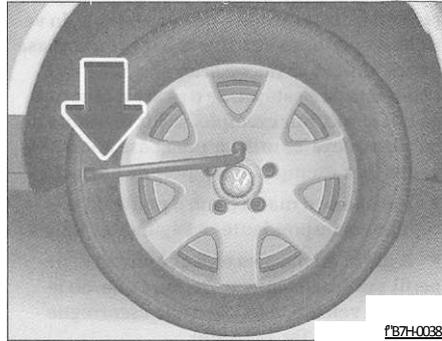

Fig. 117 Substituição de uma roda: desapertar os parafusos da roda
- Posicione a chave de roda sobre o parafuso da roda, até encaixar totalmente => fig. 117.